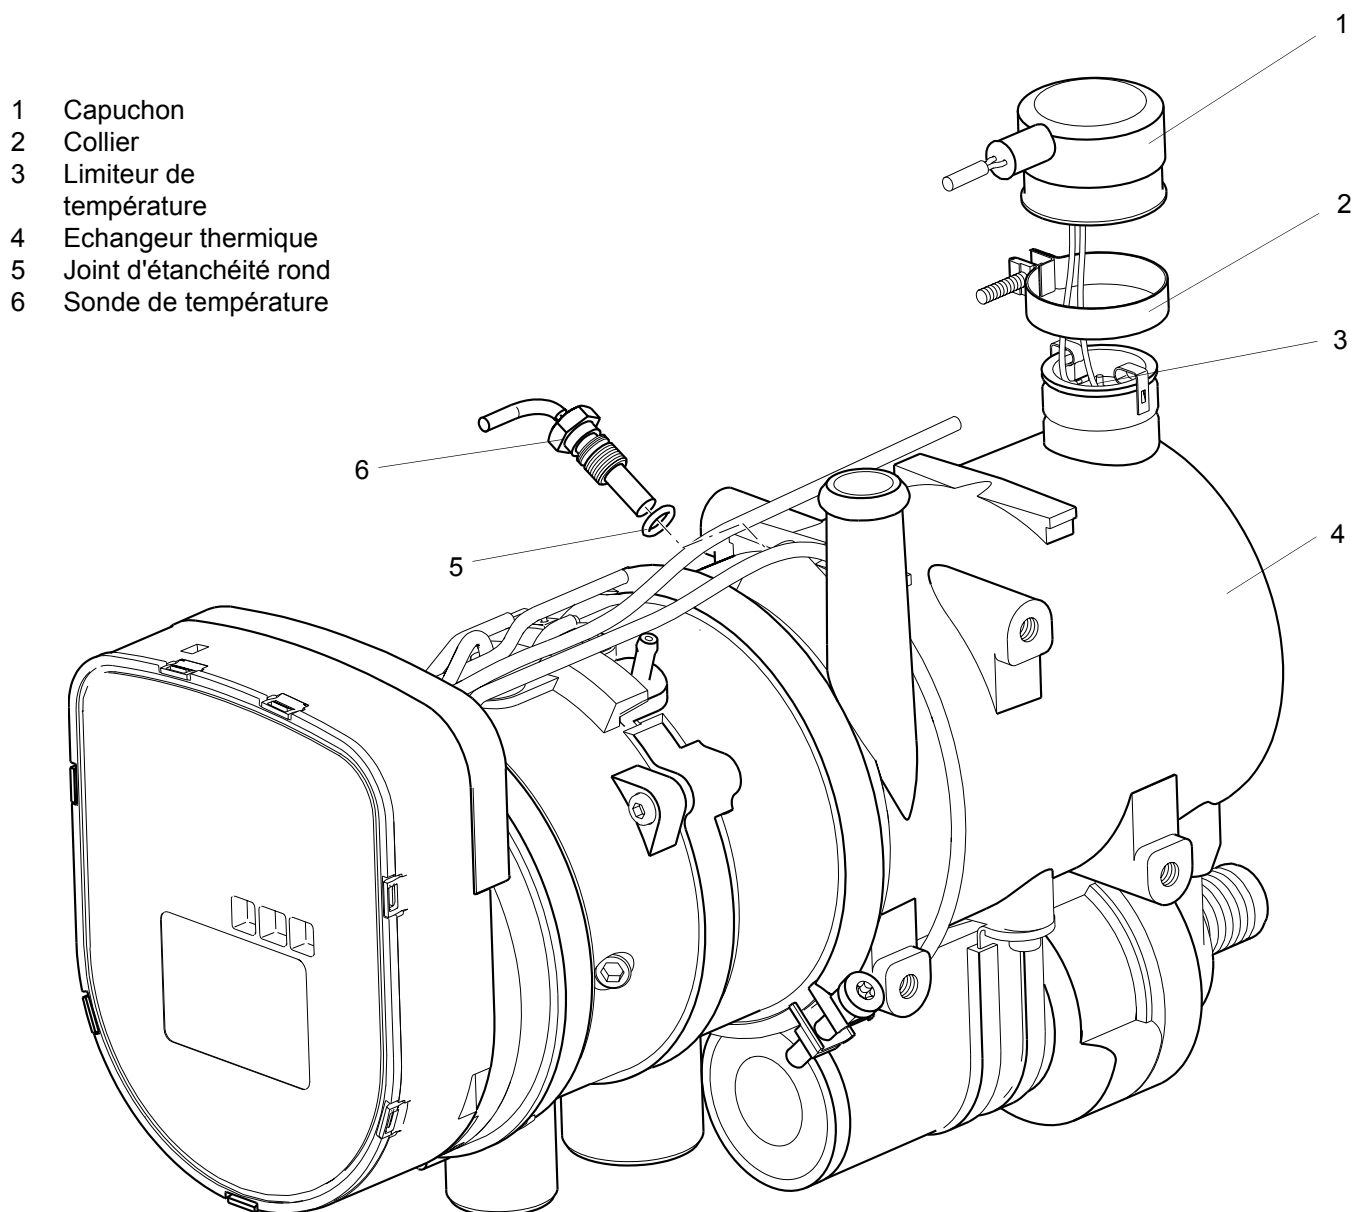

Figure 903 Remplacement du limiteur et de la sonde de température
3. Retirer le collier (2, figure 903) et le capuchon (1).
4. Retirer le ressort de maintien à l'aide du tourne-vis et retirer le limiteur de température (3).
1. Insérer un nouveau limiteur de température (3, figure 903) dans l'échangeur thermique et placer un ressort de maintien.
3. Dévisser la sonde de température (6, figure 903) et l'enlever avec le joint rond (5).